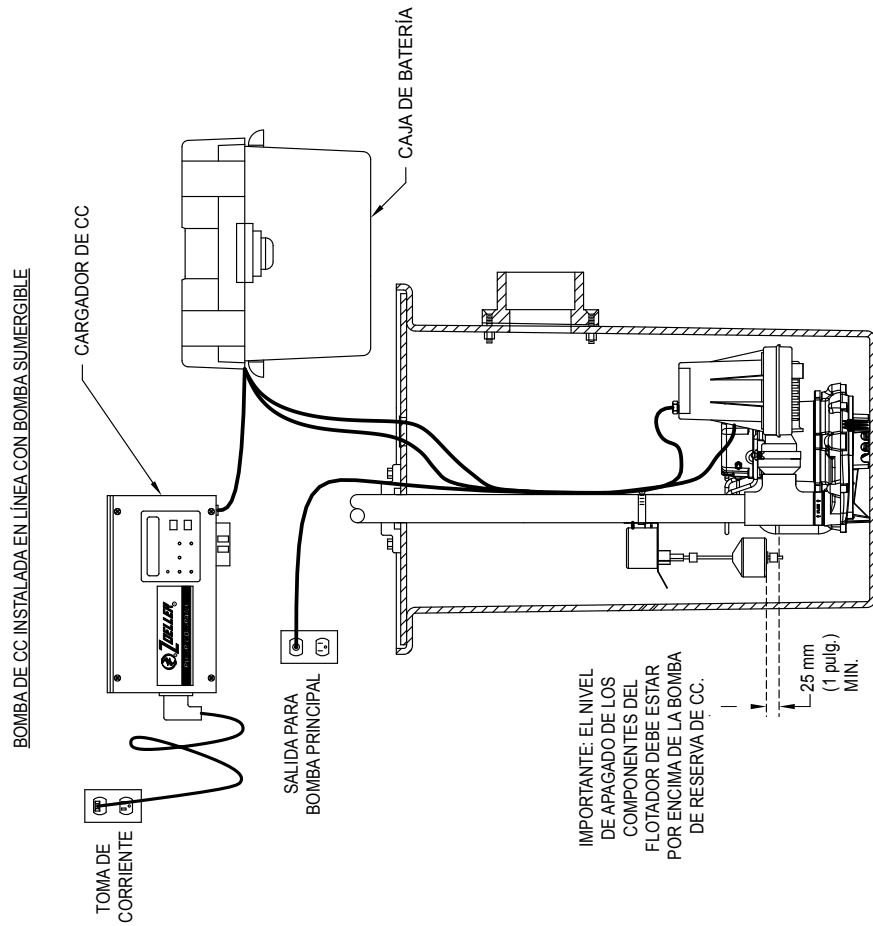
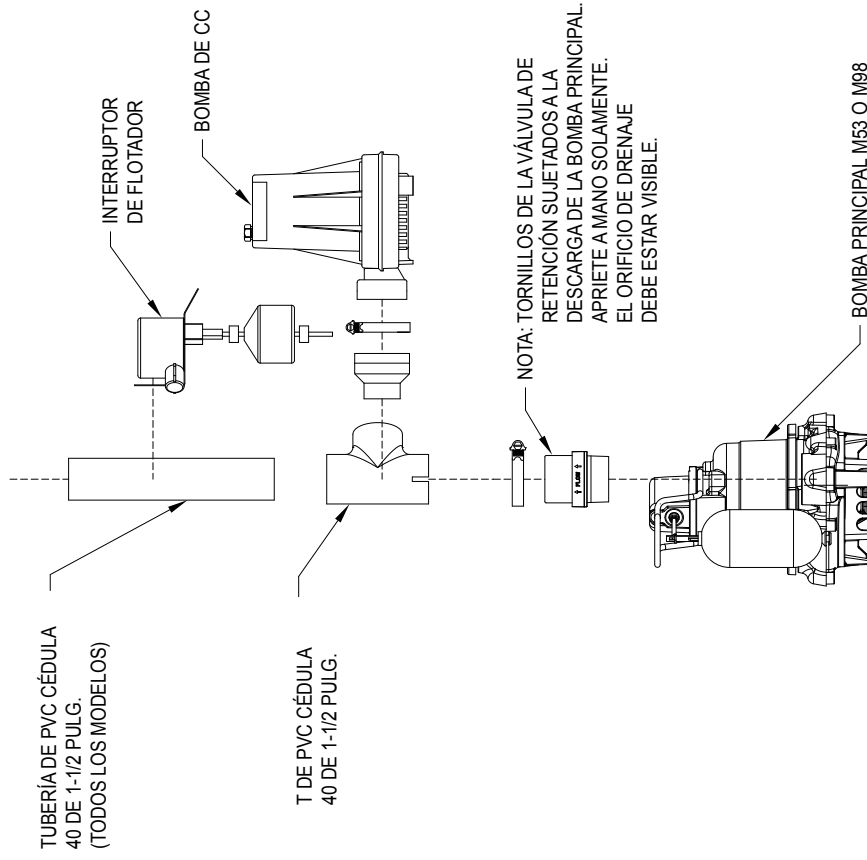

FIGURA 1
FIGURA 2
1. Asegúrese de que la junta tórica esté correctamente situada en la descarga de la bomba. Deslice la bomba de CC hasta el acoplamiento y apriete la abrazadera de la manguera (vea la figura 2).
2. El método preferido de instalación para bombas de reserva se muestra en la figura 1. El juego de instalación incluye una válvula de retención para instalar con la bomba de reserva con descarga hacia la tubería de salida de la bomba principal. Se incorpora una válvula de retención adicional en la descarga de la bomba de reserva.
4. Asegúrese de que la abrazadera del interruptor de flotador esté bien apretada al tubo para evitar que se deslice. Asegúrese de que el nivel de apagado del flotador esté a un mín. de 2.5 cm (1 pulg.) por encima de la T de descarga de la bomba de reserva de CC (vea la figura 1). Coloque las bombas en el sumidero y mueva el flotador hacia arriba y abajo, asegurándose de que se mueva libremente sin que presente interferencia por obstrucciones en el interior del sumidero o por la tapa. Los sumideros muy poco profundos pueden requerir cierto ajuste para evitar que se llenen en exceso o que se acumule agua en la entrada del sumidero. El interruptor de flotador se puede trasladar en la tubería de descarga o los topes de goma se pueden ajustar según sea necesario. Corte el largo adicional de la varilla del flotador debajo del tope inferior del flotador para evitar que los desechos interfieran con la operación del flotador (vea la Figura 2).